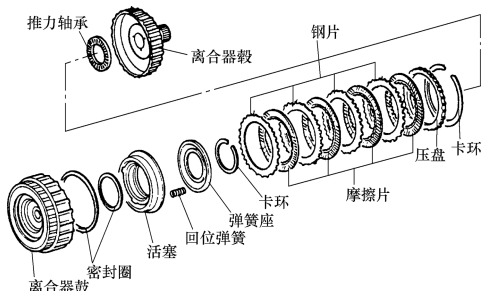

图 3-73 离合器的结构
(2) **结构** 离合器是一种多片湿式离合器,它由回位弹簧、弹簧座、一组钢片、一组摩擦片、调整垫片、离合器活塞、离合器毂及几个密封圈组成,如图3-73所示。